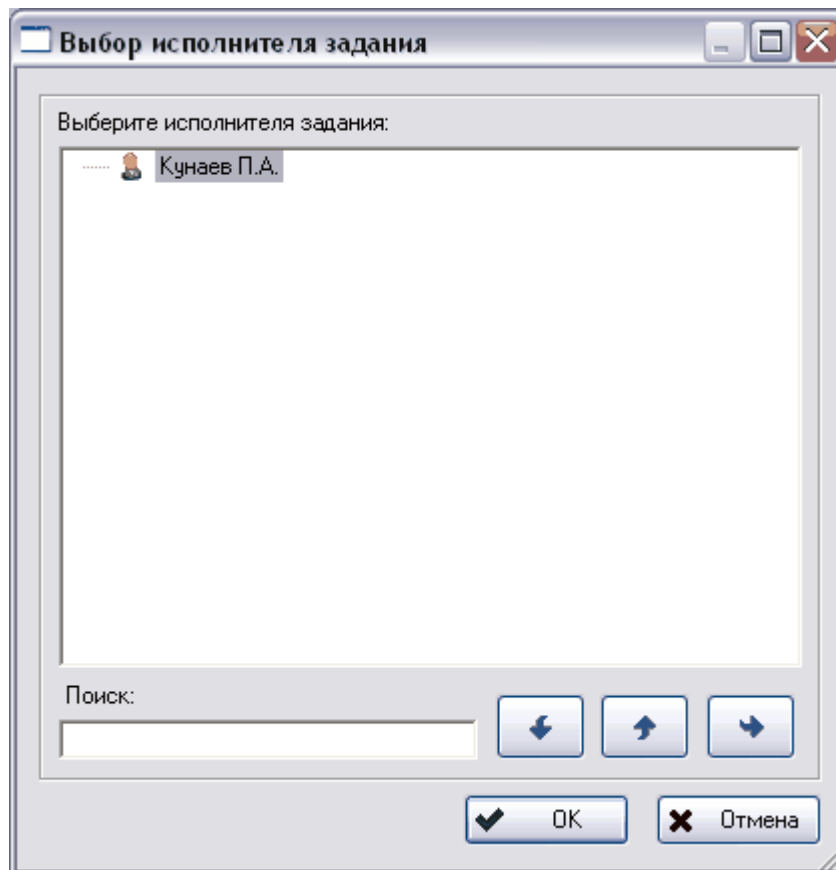

Рис. 35 Выбор координатора/исполнителя
- Для назначения координатора или исполнителя процесса дважды щелкните левой кнопкой мыши на соответствующей строке процесса. В появившемся окне **Выбор координатора задания** или **Выбор исполнителя задания** соответственно выберите необходимого сотрудника (Рис. 35).